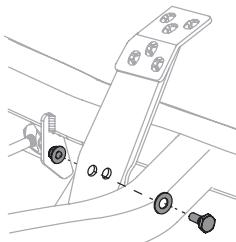

Figure 37
- Retirez le boulon hexagonal, la rondelle et l'écrou hexagonal près du centre de la pédale (Figure 37).
- Réinstallez le matériel précédemment retiré et serrez l'écrou à 38-47 N·m (28-35 pi-lb) (Figure 37).